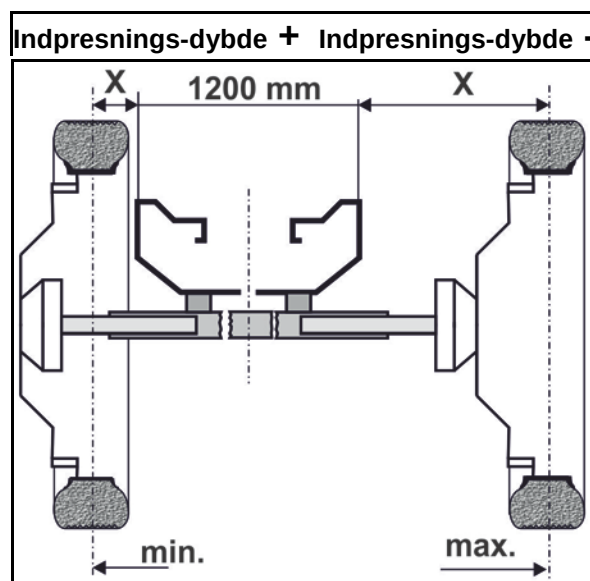

Fig. 119
4. Boltene (Fig. 119/1) løsnes.